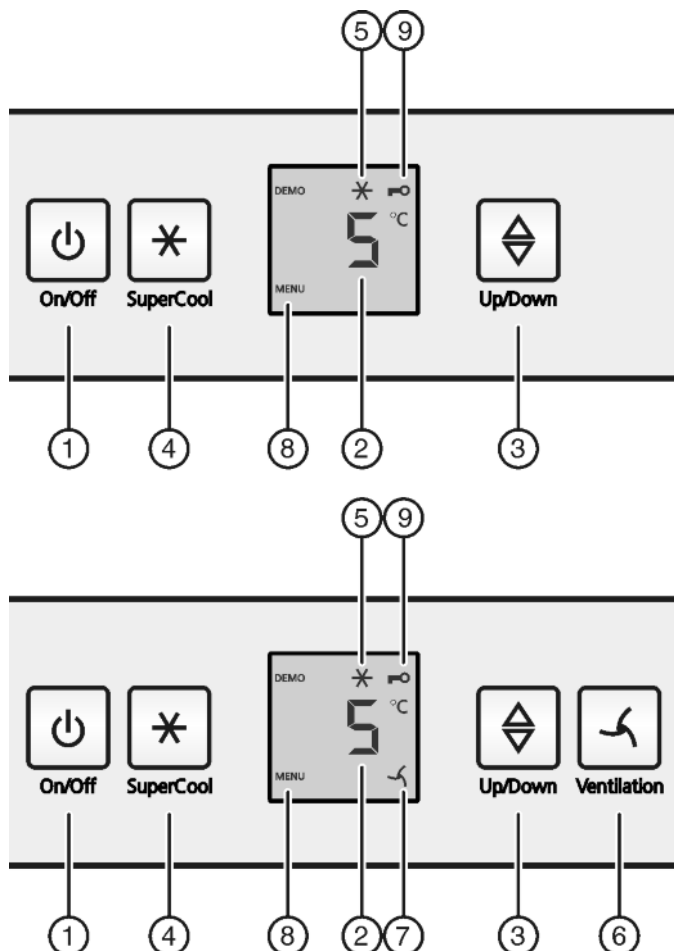

Fig. 2
- Нажать кнопку On/Off Fig. 2 (1).
- Нажмите кнопку «SuperCool» Fig. 2 (4) и удерживайте ее прим. 5 секунд.
- ▷ На индикаторе будет отображаться символ «Меню» Fig. 2 (8).
- Для подтверждения нажать и отпустить кнопку «SuperCool» Fig. 2 (4).
- ▷ На индикаторе горит символ «Защита от детей» Fig. 2 (9).
- Нажать и отпустить кнопку «On/Off» Fig. 2 (1).
- ▶ Активация модуля регулировки температуры: нажмите кнопку настройки *Fig. 2 (3)*.
- ▶ Температуру меняйте ступенями по 1 °C: нажимайте кнопку настройки *Fig. 2 (3)* до тех пор, пока на индикаторе температуры не будет высвечена требуемая температура.
- ▶ Коротко нажмите кнопку SuperCool *Fig. 2 (4)*.
- ▷ На индикации горит символ SuperCool *Fig. 2 (5)*.
- ▷ Символ SuperCool *Fig. 2 (5)* на индикации гаснет.
- ▶ Коротко нажмите кнопку "Вентиляция" *Fig. 2 (6)*.
- ▷ Символ Вентиляция *Fig. 2 (7)* горит.
- ▷ Символ Вентиляция *Fig. 2 (7)* не горит.